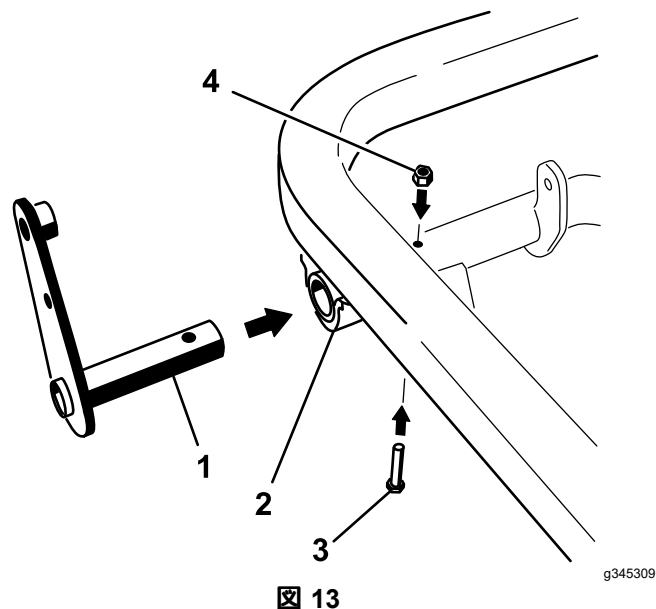

図 13
1. レバーチューブアセンブリの棒をピボットチューブの左端部に差し込み、ピボットチューブの外側から固定するボルト5/16 x 2"2本とロックナット5/16"1個を使用する 図 13。